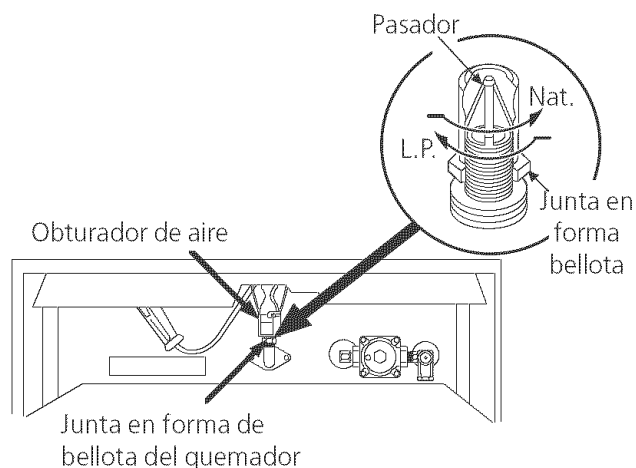

Figura 9
B. Ajuste del orificio del quemador del horno (vea figura 9)
Usando una llave de 1/2", giro hacia abajo la junta en forma de bellota ajustable que inyecta gas al quemador del horno. Gire esta junta en forma de bellota hasta que ajuste contra el pasador medidor de LP. Esto será aproximadamente 2 1/2 vueltas. No lo apriete demasiado (vea figura 9).